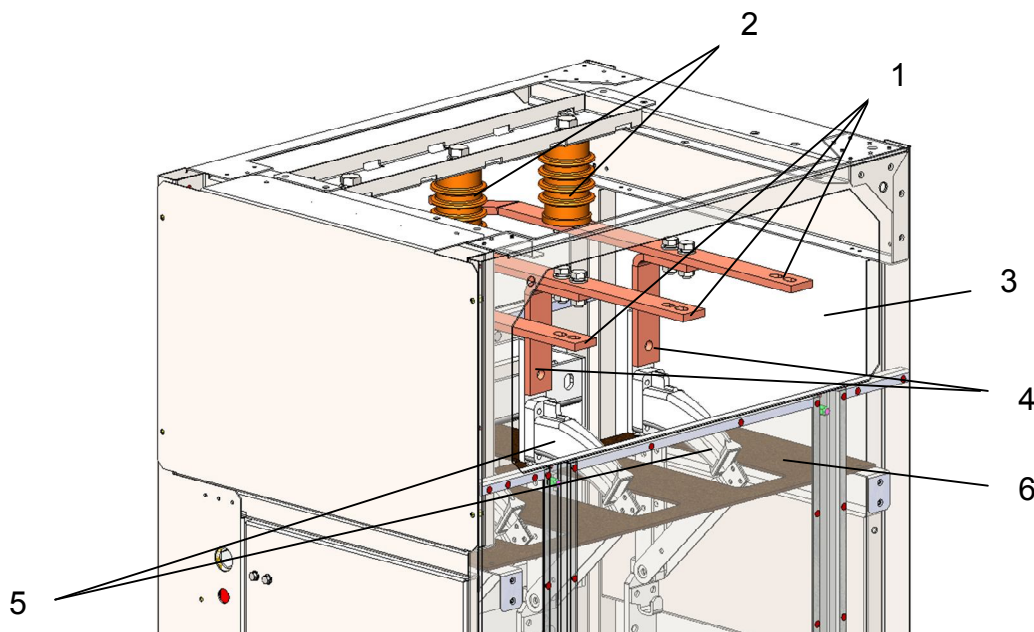

Рис. 4.2 Отсек сборных шин камеры КСО.
4.1.1 В отсеке сборных шин (см. рис.4.2, на котором представлен отсек сборных шин проходной камеры КСО) размещены шины сборные 1, фиксируемые с помощью опорных изоляторов 2 и проходящие в соседние камеры через монтажные отверстия 3. Сборные шины 1 через отпайки 4 соединены с верхними неподвижными контактами выключателя нагрузки.